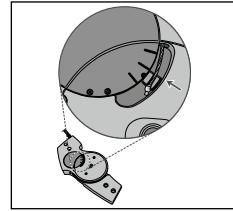

Fig. 10
16. Skjut satellitens strömbrytare till det automatiska läget (**läge 1**) (**se fig. 1**) och kontrollera i ledens funktionsenhet om toppen av hävstångsarmen har rört sig och nu är parallell med mittmarkeringen (**se fig. 10**).